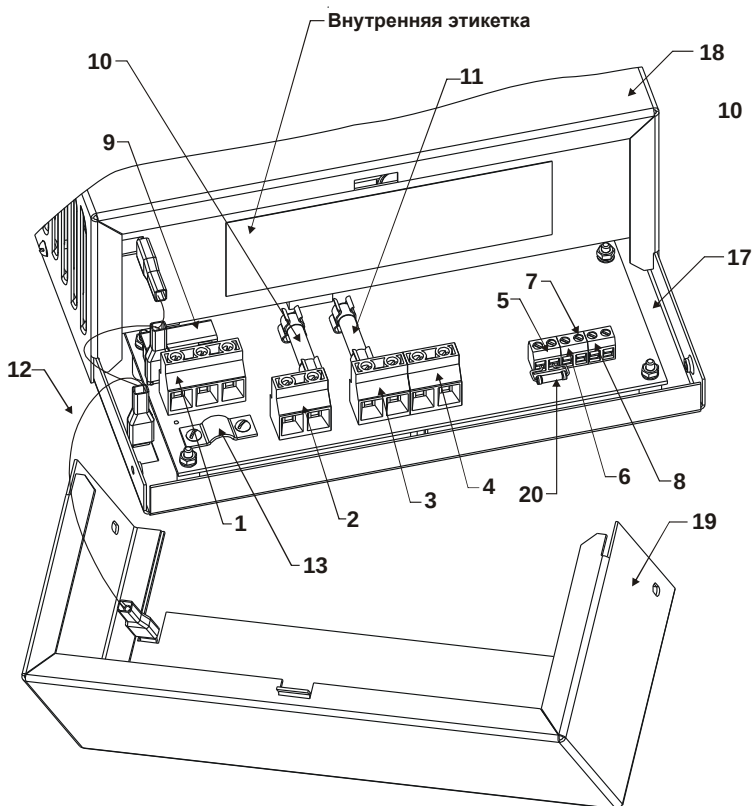

Рисунок 1
Источник размещен в металлическом корпусе, состоящем из дна, кожуха основного и кожуха монтажного отсека. Кожух основной скрывает радиоэлементы, не требующие обслуживания при эксплуатации источника, под кожухом монтажного отсека расположены элементы коммутации и защиты (рисунок 1), которые размещены на печатной плате.
Снимите кожух монтажного отсека поз.19 рисунок 1 для доступа к элементам коммутации и защиты. При необходимости отсоедините перемычку заземления поз.12 рисунок 1.
- ♦ Подключите, соблюдая фазировку, сетевые провода и провод заземления или шнур питания сетевой (входит в комплект поставки) к соответствующим контактам колодки «Сеть», пропустив их под прижимной планкой (поз.13 рисунок 1), предварительно ослабив фиксирующие ее винты не более чем на 4-5 оборотов, после чего затяните винты прижимной планки до обеспечения жесткой фиксации проводов.
- ♦ Закройте кожух монтажного отсека поз.19 рисунок 1, подсоединив к нему перемычку заземления поз.12 рисунок 1, если она была отсоединена.